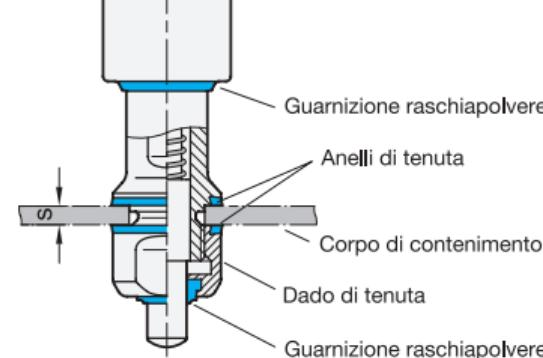

Figura 1
- È necessario assicurarsi che il perno di arresto venga utilizzato solo in combinazione con l'anello di tenuta fornito in dotazione. La guarnizione ha forma conica. È pertanto necessario fare attenzione alla corretta posizione di montaggio (Figura 1).
- Per consentire una corretta tenuta prestare attenzione alla lunghezza di serraggio s (Figura 1).
- Rispettando la posizione di montaggio indicata in figura 1 è possibile garantire un drenaggio autonomo dei liquidi.
- Le guarnizioni difettose devono essere sostituite (Figura 1). Utilizzare esclusivamente guarnizioni speciali di misura adeguata (GN 7600).
Il raschiatore (Figura 1) non può essere sostituito. Pertanto, il perno di arresto deve essere sostituito se il raschiatore è danneggiato, incrinato o infragilitto.